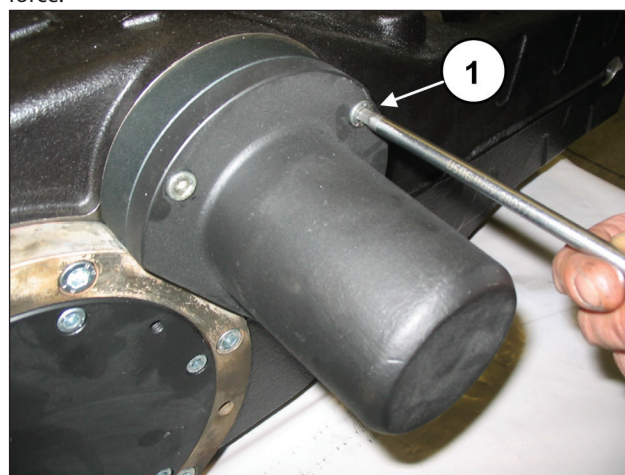

Fig. 9
Dévisser les vis de fixation du couvercle en bout d'arbre (rep. ①, Fig. 9) et dégager le couvercle de l'arbre de la prise de force.